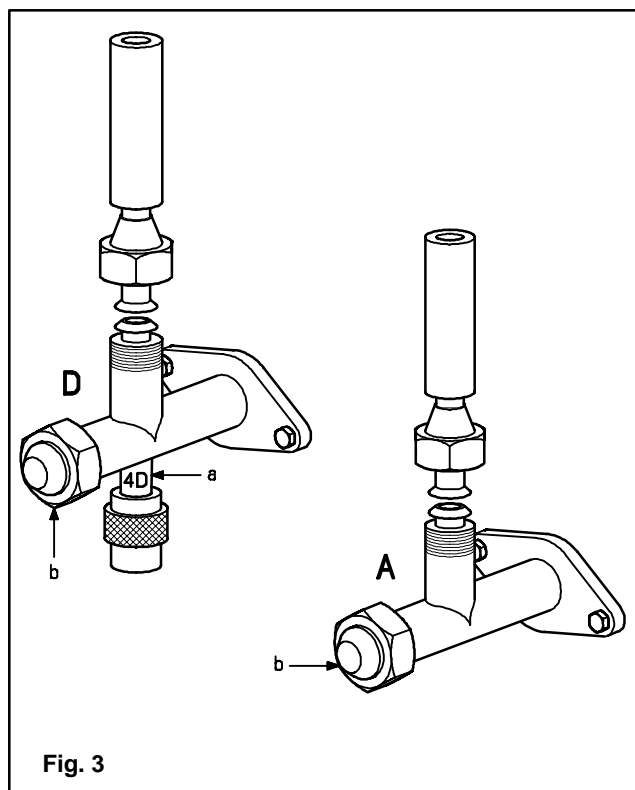

Fig. 3
◆ Procéder comme précédemment, pour la préparation des tubes, lors du raccordement de l'unité extérieure (Fig. 3).
◆ Connect the outdoor unit using the same procedure (Fig. 3).
- ◆ Oter les bouchons (Fig. 3, rep. b) et ouvrir les vannes d'isolement A et D (sens contraire des aiguilles d'une montre).
- ◆ Monter à nouveau les bouchons (Fig. 3 - rep. b) sur les vannes d'isolement A et D en respectant le couple de serrage (Tableau page 8)
- ◆ Vérifier l'étanchéité au niveau de tous les raccords flare, bouchon (Fig. 3, rep b) et vanne Schrader.
- ◆ Remove the plugs (Fig. 3, ref. b) and open the isolating valves A and D (counter-clockwise).
- ◆ Remount the plugs (Fig. 3, ref. b) on the isolating valves A and D, respecting the torque value (Table page 8).
- ◆ Check sealing of all flare couplings plugs (Fig. 3, ref b) and Schrader valve.